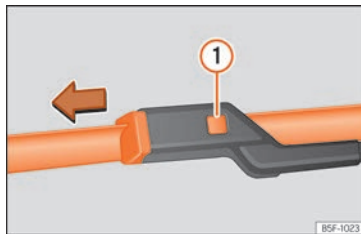

Fig. 85 Cambio de las escobillas del limpiaparabrisas.
- Mantenga presionada la tecla de desbloqueo »» fig. 85 ① tirando ligeramente de la escobilla en el sentido de la flecha.